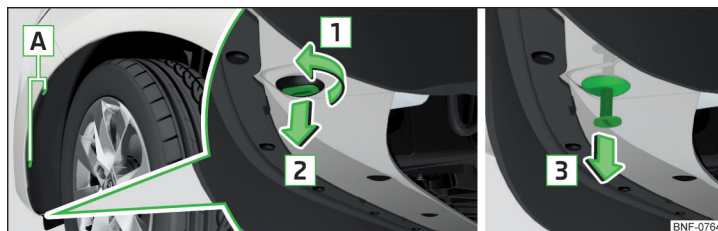

Fig. 176 Demontarea capitonajului pasajului roții
- Cu șurubelnița din trusa de scule deșurubați șuruburile [A] » fig. 176 din capitonajul pasajului de roată.
- Introduceți partea de nit expandabil prevăzută cu fantă în sens contrar săgeții [2] și rotiți-o cu 90 grade în sens contrar săgeții [1] » fig. 176.